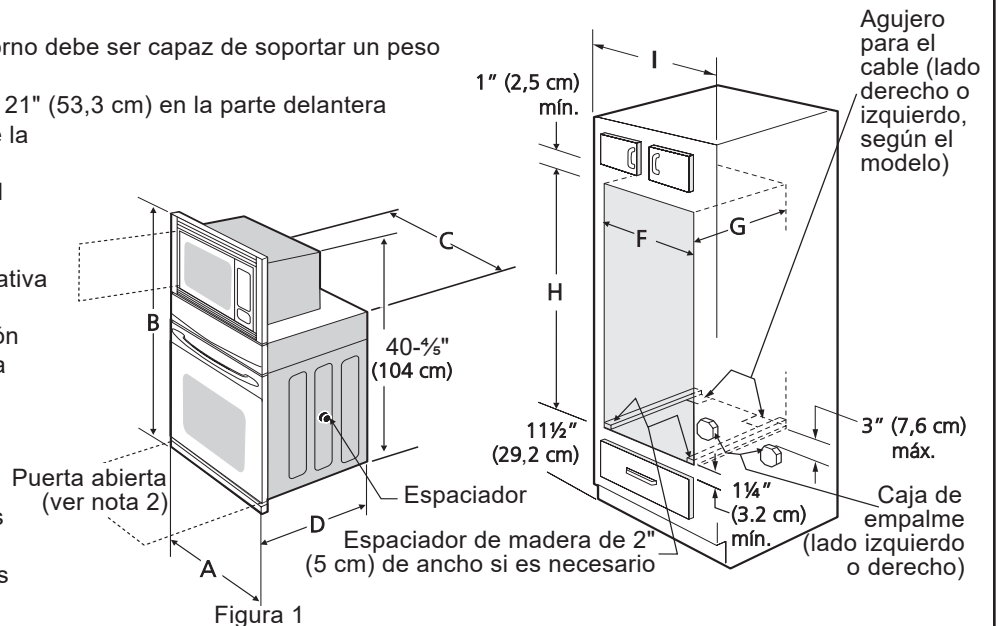

Figura 1
Para determinar las dimensiones aplicables del aparato y el espacio necesario donde irá acoplado, véase la figura 1.
2. Estos electrodomésticos deben conectarse a la caja de desconexión de fusibles (o disyuntor) a través de un cable forrado flexible blindado no metálico. El cable flexible blindado que se extiende desde el electrodoméstico debe conectarse directamente a la caja de empalme. La caja de empalme debe estar ubicada como se muestra en la Figura 1 con el resto lo más holgado posible en el cable entre la caja y el electrodoméstico, para que pueda moverse en caso de que el servicio sea alguna vez necesario.